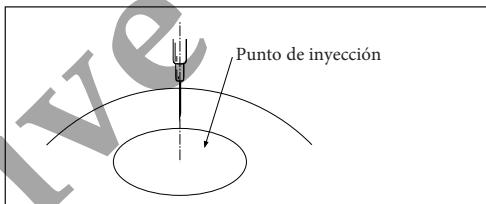

FIGURA 10
- Introduzca una aguja hipodérmica estéril de calibre 21 (o inferior) estándar con un bisel de 12° en el punto de inyección. Idealmente, la aguja debe penetrar perpendicularmente en la parte superior del punto de inyección, como se muestra en la Figura 10.